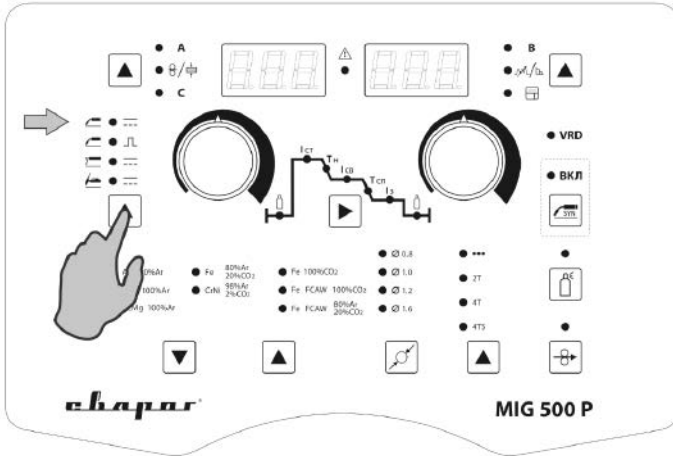

Рис. 8.7.1. Выбор способа сварки.
1. Выберите способ сварки (см. табл. 7.0.2, поз. 16, п. 2) MIG/MAG на передней панели сварочного аппарата (см. рис. 8.7.1).